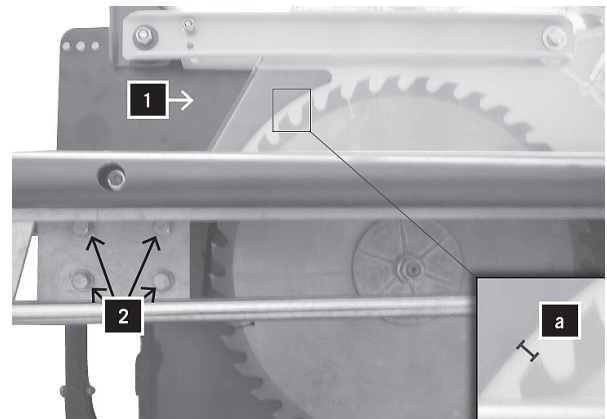

Abb. 15: Spaltkeil einstellen
Bei Abweichung wie folgt korrigieren, Abb. 15:
- Sechskantschrauben (Pos.2, Abb.15) lösen,
- Sechskantschrauben (Pos.2, Abb.15) wieder festziehen.